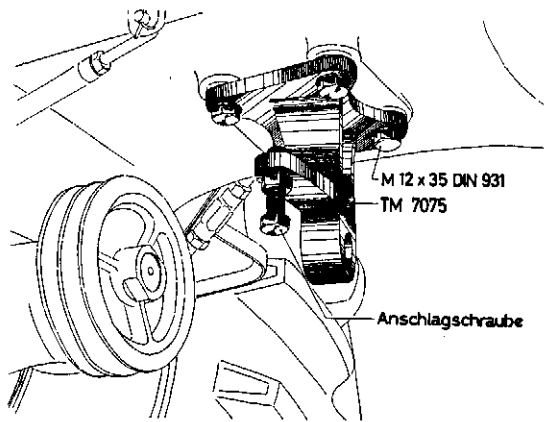
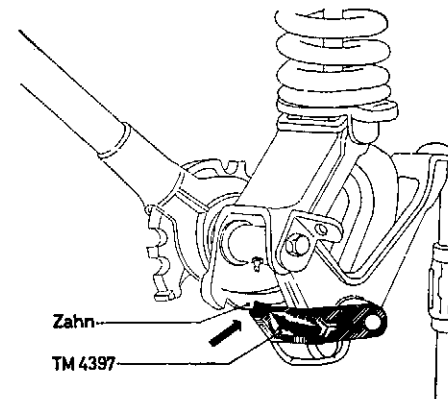
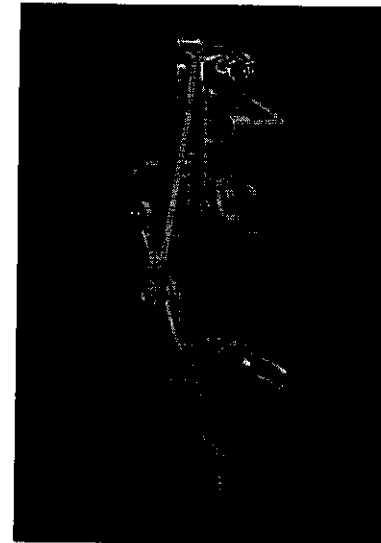

Abb. 4
Abb. 20
Abb. 21
3. Die **vordere Lagerplatte** TM 7075 wird durch 4 Sechskantschrauben M 12×35 und den dazugehörigen Federringen an der Anschraubfläche unter dem Schlepperrumpf gemäß Abb. 4 befestigt.
Wenn der Mähbalken in die Senkrechstellung (Fahrtstellung) hochgezogen ist, muß überprüft werden, ob die Rastklinke TM 4397 in den letzten Zahn am Handhebwerk-Gestell eingerastet ist (Abb.21). Da das Mähwerk in der Feder hängt, ist zwischen Rastklinke TM 4397 und Zahn ein Spiel festzustellen. Die Anschlagsschraube an der vorderen Lagerplatte (Abb.4) ist nun so weit herauszudrehen, bis das Spiel zwischen Rastklinke TM 4397 und Zahn nur noch 1–2 mm beträgt (Abb.20). Dadurch wird ein ungewolltes Lösen der Rastklinke vermieden und gleichzeitig die richtige Einstellung der Anschlagsschraube für die Schwadstellung erreicht.
#### 1. Die Mähstellung (Abb. 21).
- Die Anschlagschraube an der vorderen Lagerplatte TM 7075 (Abb. 4) der Mähbalkenhalterung ist so einzustellen, daß in der Senkrechtstellung des Mähbalkens – bei voller Aushubhöhe – die Anschlagschraube möglichst spiellost Anlage erhält.